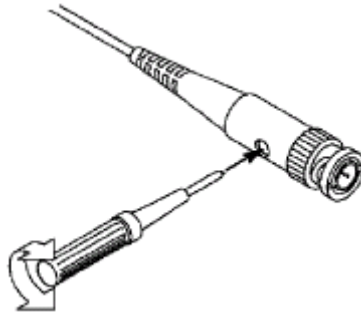

Abbildung 3-7 Sonde einstellen
2. Überprüfen Sie die angezeigten Wellenformen und stellen Sie den Tastkopf ein, bis eine korrekte Kompensation erreicht ist (siehe *Abbildung 3-6* und *Abbildung 3-7*).